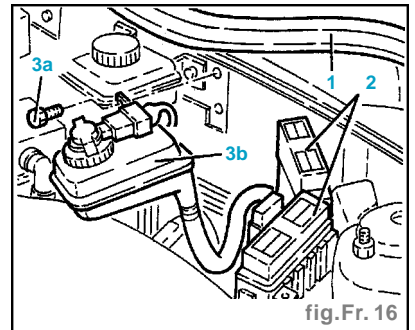

fig.Fr. 16
- Déposer la garniture (1) de la cloison du logement du moteur (fig. Fr. 16).